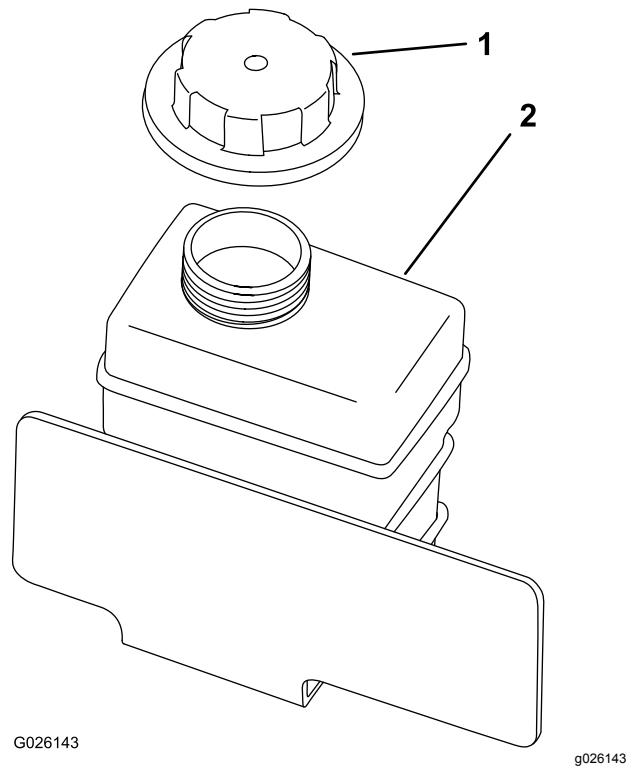

図 53
8. 補助タンクにも、補給管の根元までゆっくりと冷却液を補給する図 53。
9. 補助タンクのキャップを取り付けて終了図 53。